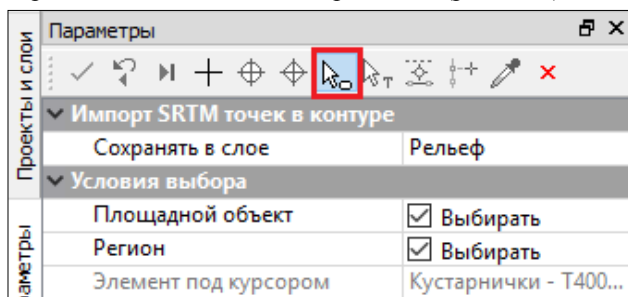

Рис. 4.24
- В графическом окне построить контур (прямоугольной рамкой или произвольно), по которому будут импортироваться высоты SRTM. Контур можно не только построить, но и выбрать существующий (курсором в режиме выбора полигона). В этом случае курсор в окне параметров будет доступны условия выбора площадных объектов и регионов (рис. 4.24);